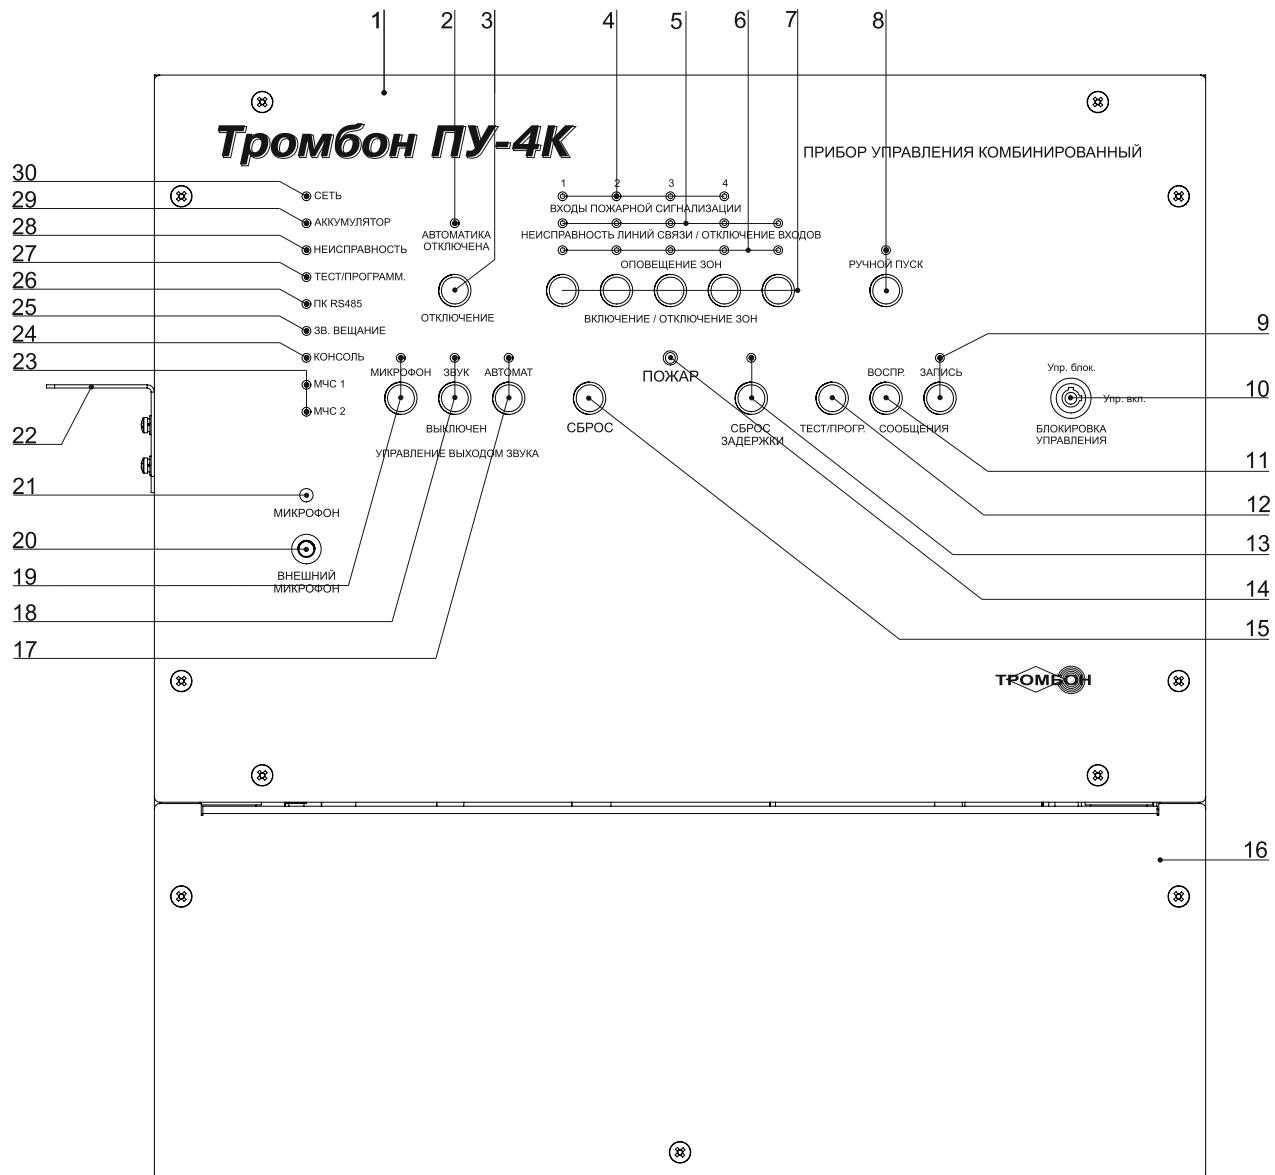

Рис. 1. Внешний вид прибора «Тромбон ПУ-4К» и расположение органов управления и индикации.
Входы пожарной сигнализации прибора «Тромбон ПУ-4К» реагируют на замыкание контактов на выходе ППКП. Для управления оповещением в автоматическом режиме к входам прибора необходимо подключить столько выходов ППКП, сколько имеется зон оповещения. При получении от ППКП командного сигнала (замыкания) на любой из входов, прибор переходит в режим «Тревога» что подтверждается зажиганием индикаторов «ПОЖАР» и индикаторов «ВХОДЫ ПОЖАРНОЙ СИГНАЛИЗАЦИИ», соответствующих тревожным входам (рис.1 поз. 4, 14).
4. Другие значения сопротивления линии связи, воспринимаются прибором как авария линии связи с ППКП. На передней панели ПУ зажигаются индикаторы «НЕИСПРАНОСТЬ ЛИНИЙ СВЯЗИ / ОТКЛЮЧЕНИЕ ЛИНИЙ», соответствующие номеру неисправных линий связи с ППКП и индикатор «НЕИСПРАВНОСТЬ» (рис. 1, поз. 5, 28). Прибор выключает реле на выходе «Неиспр.» и периодически издает звук зуммера.